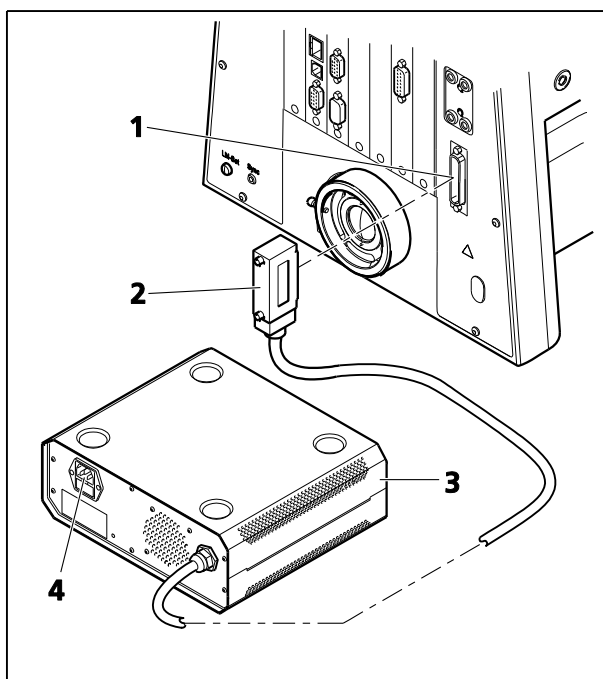

Fig. 42 Axio Imager 2, motorisé
- Brancher le câble du capteur linéaire de mise au point au connecteur (Fig. 42/7) situé à l'arrière du statif et allumer le microscope (voir paragraphe 4.3.1).
- Insérer la fiche de connexion (Fig. 42/2) de l'unité d'alimentation électrique VP232-2 (Fig. 42/3) dans la prise correspondante (Fig. 42/1) à l'arrière du statif.
- Brancher d'abord le câble d'alimentation à la prise électrique (Fig. 42/4) de l'unité d'alimentation électrique VP2322 puis à une prise de courant. L'unité d'alimentation électrique peut être connectée à une tension de secteur de 100 VCA... 240 VCA, 50 Hz à 60 Hz. L'unité d'alimentation électrique s'adapte **automatiquement** à la tension de secteur disponible.